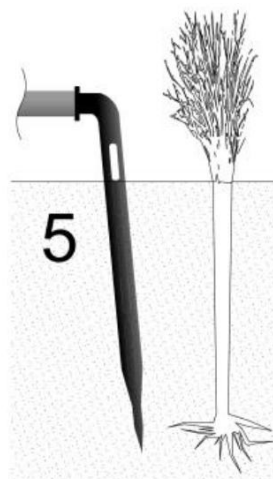

Рис.5
9. Установите капельницы (5) вблизи растений, как показано на рис.5.